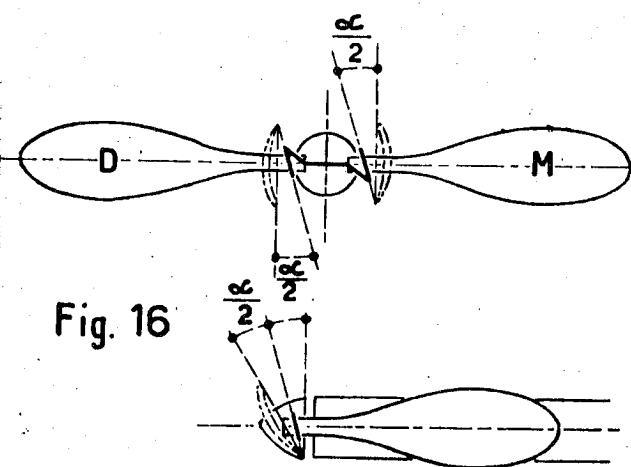

Fig. 16
Elle est basée sur le même principe que la solution précédente, sauf que l'axe charnière n'a plus qu'une valeur de L/2 (toujours dans les 2 plans). La fig 16 est plus compréhensible que des explications. Cette méthode présente des avantages certains sur la précédente. En effet, il est plus facile de placer l'axe avec un angle plus faible et, de plus, les pales, au moment du repliement, sont dans la position horizontale. La pale (M) et la pale (D) nécessiteront un ressort de rappel identique et aucune de celles-ci n'aura tendance à « retomber » par gravité.